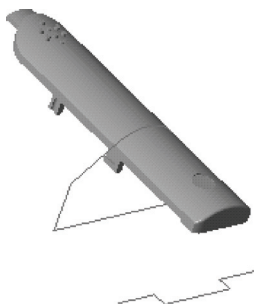

图 12-15 打开模型文件
STEP 01 单击快速访问工具栏中的“打开”按钮，打开模型文件，如图 12-15 所示。